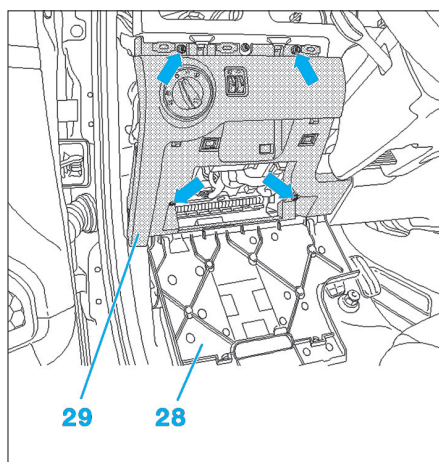

Fig. 19
• Ouvrir le cache (28) et dévisser les quatre vis (flèches).
• Retirer le cache (29) et débrancher les connecteurs (Fig.19).